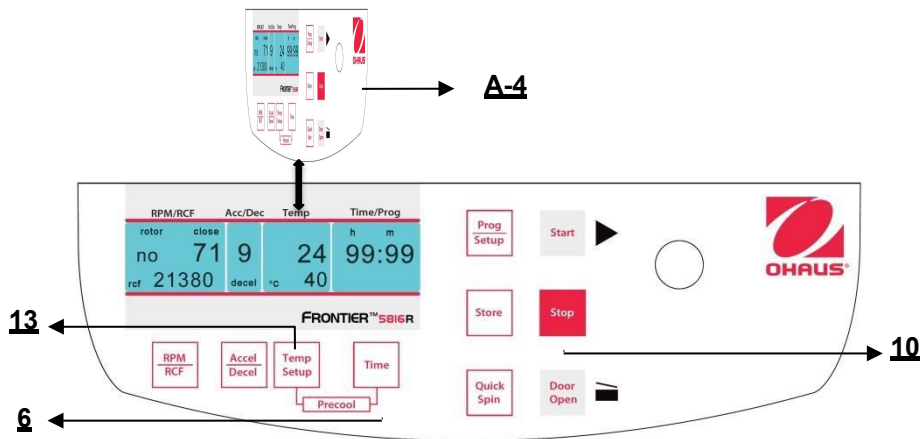
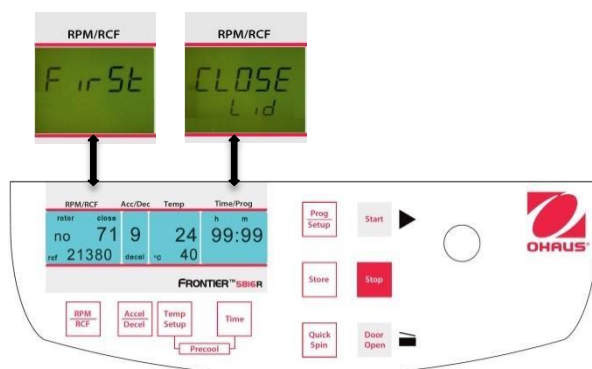

Figura 23
Figura 26
Se i campioni sono sensibili alla temperatura, è utile preraffreddare la centrifuga, il rotore e in ultimo i contenitori alla temperatura di funzionamento necessaria. Perciò, inserire il rotore desiderato e preimpostare la rispettiva temperatura. Si avvia il ciclo premendo simultaneamente i tasti "**Temp/Setup**" (13) (fare riferimento alla figura 23) e "**Time**" (6). Durante il funzionamento, il gruppo sceglie automaticamente una velocità di rotazione equivalente al 20% della velocità di rotazione del rispettivo rotore. Dopo aver raggiunto la temperatura preimpostata, è possibile lasciare il ciclo di preraffreddamento con il tasto "**Stop**" (10).
Chiudere il coperchio della centrifuga Adesso procedere come descritto in precedenza per impostare tutti i parametri di ciclo importanti. Se il coperchio non è chiuso quando si salva il programma, sul display **"RPM/RCF"** (A-1), lampeggiano alternativamente le parole **"FirSt"** e **"CLOSE Lid"** (Vedere figura 23). Se si vuole avviare il ciclo senza salvare il programma, sul display **"RPM/RCF"** (A-1) lampeggiano alternativamente le parole **"First"** e **"PrESS StoreE"** (Vedere figura 26) .
E' possibile avviare la centrifuga con il tasto **"Start"** (9) (rif. figura 26) oppure con il tasto **"Quick Spin"** (8).